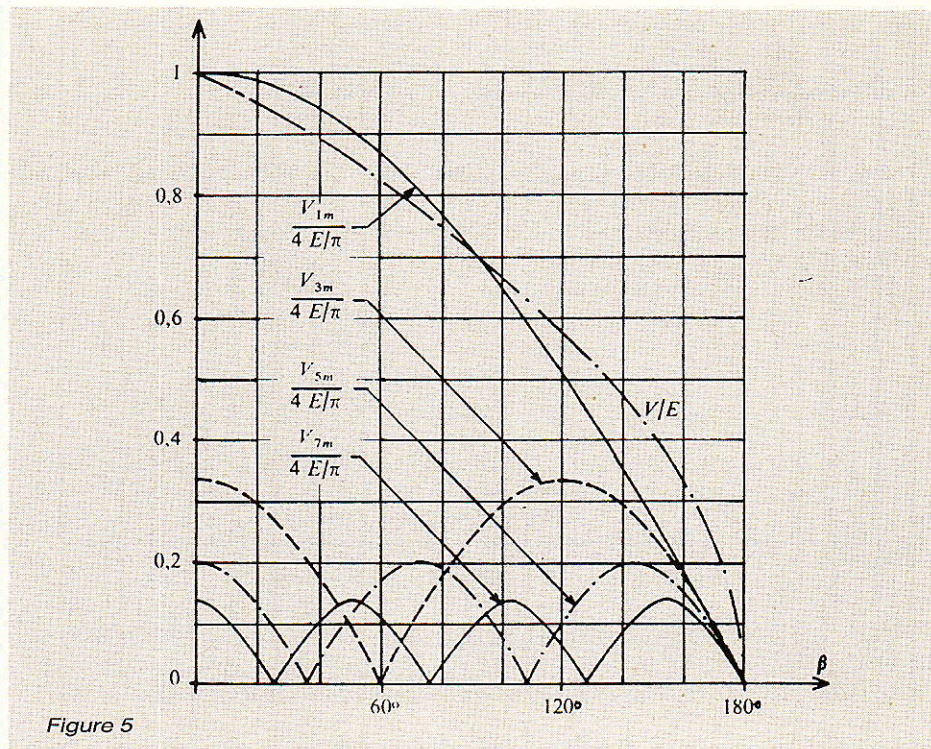

Figure 5
**figure 3.** Les variations du flux induit à travers le circuit magnétique résultent de la somme algébrique des courants  $i_1$  et  $i_2$  circulant dans le primaire. Ainsi, pour des courants carrés complémentaires ( $i_1 = i_2$ ) on récupère en sortie un potentiel carré d'amplitude correspondant au rapport primaire/secondaire. Pour un rapport cyclique de 0,5, le développement en série de Fourier est le même que celui proposé précédemment. A présent, modifions la largeur des impulsions de courant  $i_1$  et  $i_2$  conformément à la **figure 4**. On s'aperçoit alors que la forme du signal engendré en sortie s'apparente plus ou moins à une sinusoïde. Cette ressemblance étant conditionnée par chaque largeur égale des courants. C'est une pseudo-sinusoïde dont le développement en série de Fourier se trouve en **figure 2b**. On remarque donc qu'en intervenant sur l'angle durant lequel le courant dans le primaire ne circule pas, on conditionne le taux de distorsion global du signal. Ceci est illustré par l'ensemble des courbes dessinées à la **figure 5**. Ainsi, pour certaines valeurs de l'angle d'ouverture noté  $\beta$ , on pourra annuler certains harmoniques et moduler le taux de distorsion total. Nous avons retenu une valeur oscillant entre 60 et 50 degrés. Pour cette dernière valeur, le taux de distorsion vaut 25 % environ.